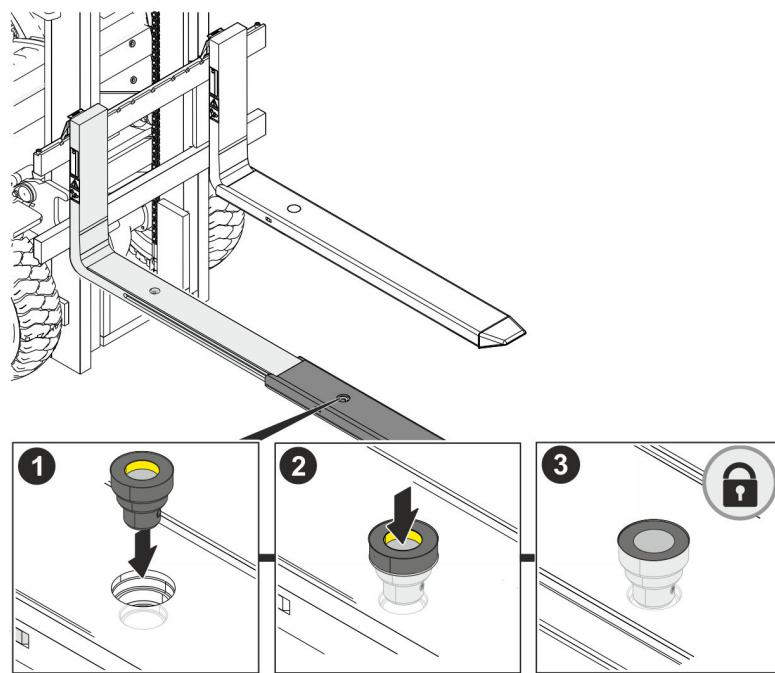

Abb. 13: Verriegelungsbolzen einsetzen
6. ➤ Verriegelungsbolzen in die Verriegelungsbohrung einsetzen (Abb. 13/1).
7. ➔ Druckpunkt des Verriegelungsbolzens von oben drücken bis er in der korrekten Position sitzt und die gelbe Markierung sichtbar wird (Abb. 13/2).
8. ➔ Druck vermindern, damit der Verriegelungsmechanismus aktiv wird und der Druckpunkt in die Ausgangsposition springt (Abb. 13/3).